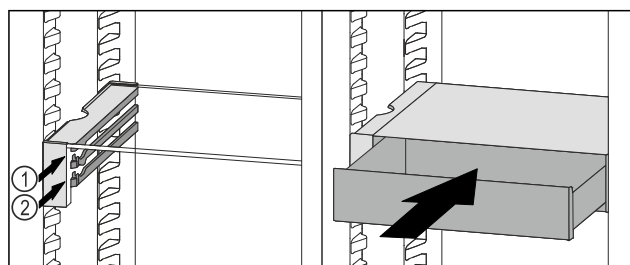

Fig. 177
- Установите выдвижной ящик VarioSafe за стопоры на требуемый выступ Fig. 177 (1) или Fig. 177 (2).